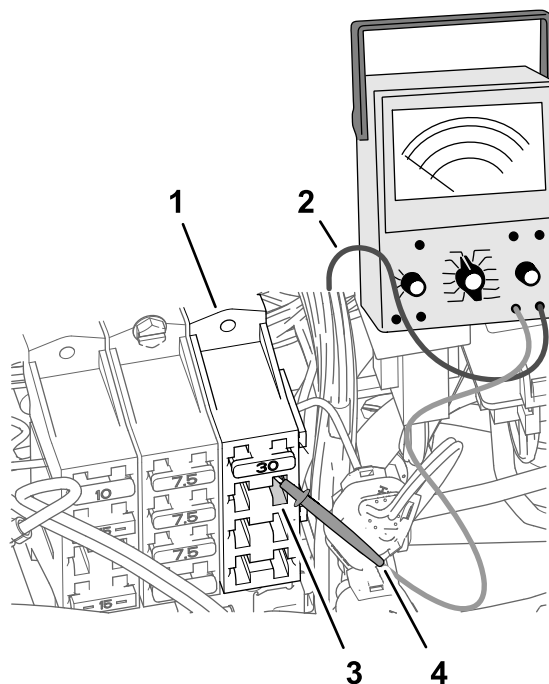

Рисунок 228
2. В месте расположения блока предохранителей 3 вставьте датчик мультиметра в контакт 4 (правый вертикальный ряд) гнезда предохранителя 2, как показано на Рисунок 228.